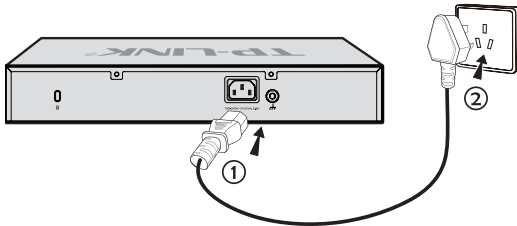

图3-4 电源连接示意图
2. 使用交换机原装电源适配器连接交换机与电源插座，如图3-4所示。